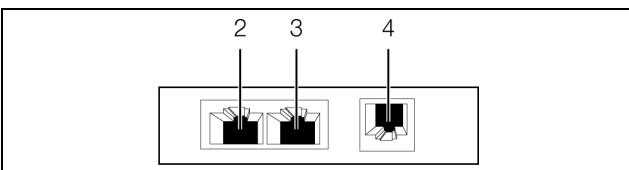

Abb. 7: Rückseite des CAN-Bus Sensors
- Schließen Sie einen der folgenden CMC-TC-Sensoren am entsprechenden Anschluss an (Abb. 7, Pos. 4).
- Verbinden Sie den CAN-Bus Sensor über ein CAN-Bus-Verbindungskabel mit einer CAN-Bus Schnittstelle der CMC III Processing Unit bzw. der benachbarten Komponente im CAN-Bus (Abb. 7, Pos. 2).
- Schließen Sie ggf. an der zweiten, freien CAN-Bus-Schnittstelle des CAN-Bus Sensors (Abb. 7, Pos. 3) eine weitere Komponente an (z. B. einen anderen Sensortyp).